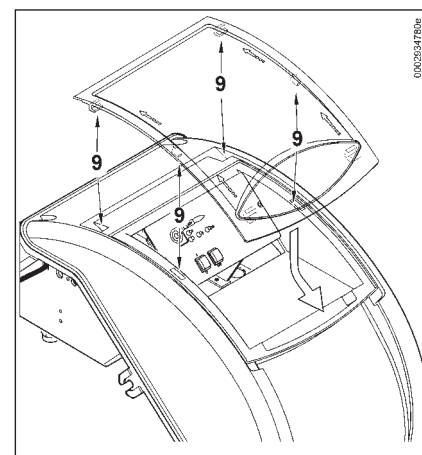

Fig. 5
- Pour un placement correct de la porte transparente sur le tableau procéder comme indiqué dans la fig. 5 : positionner les crochets correspondant aux logements respectifs (9). Faire glisser la porte en direction de la flèche jusqu'à entendre un déclic de manière à garantir l'étanchéité.